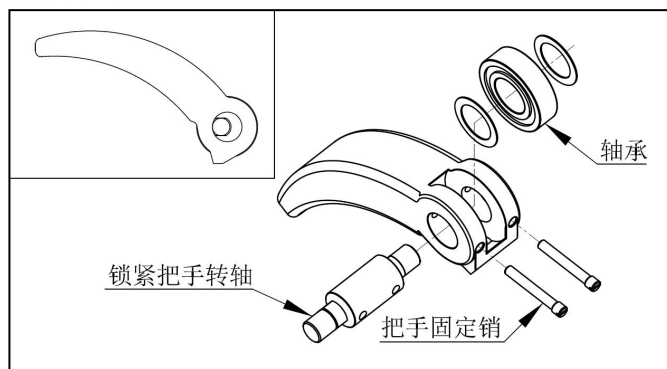

图 9-9
(9) 使用一字螺丝刀拆下两个把手固定销, 拉出锁紧把手转轴, 取出轴承, 如图 9-9。